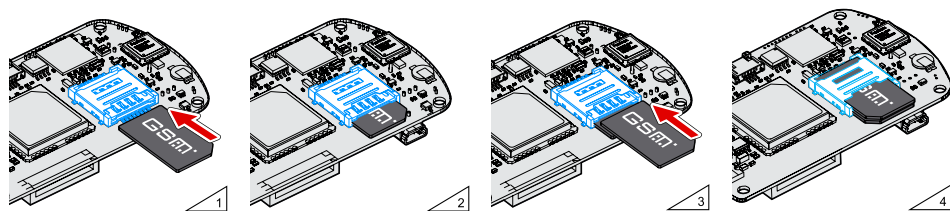

Рис.5. Установка SIM-карт
- Установите основную SIM-карту контактами вниз в нижний слот SIM-держателя. При этом срезанный угол SIM-карты должен совпадать с ключом, нарисованным на печатной плате (**Рис.5, п.1**).
- При необходимости установите резервную SIM-карту контактами вниз в верхний слот SIM-держателя. Убедитесь, что срезанный угол SIM-карты совпадает с ключом, нарисованным на печатной плате (**Рис.5, п.4**).